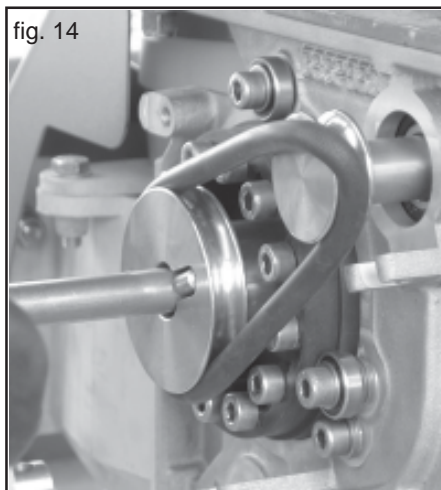

fig. 14
- Per disattivare l'agitatore, sollevare la cinghia tonda sopra il bordo della puleggia motrice (Fig. 14). Dal lato opposto, girare il rullo dosatore nella normale direzione di lavoro.